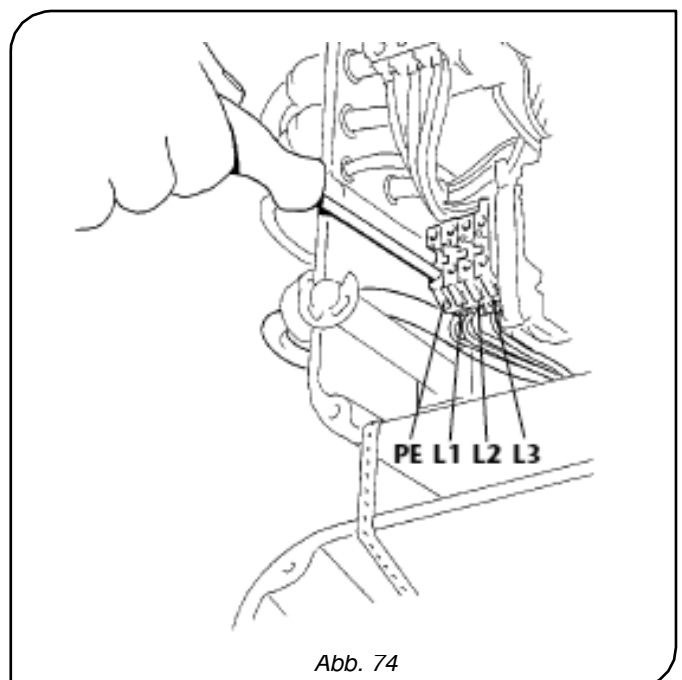

Abb. 74
5. Schließen Sie das vieradrige Kabel an die jeweiligen Klemmen **-L1-L2-L3-** an und verbinden Sie den gelbgrünen Leiter mit der Klemme **(PE)** für die Erdung. Ziehen Sie die Klemmen fest an, um ungewünschte Kontakte zu vermeiden (Abb. 74).